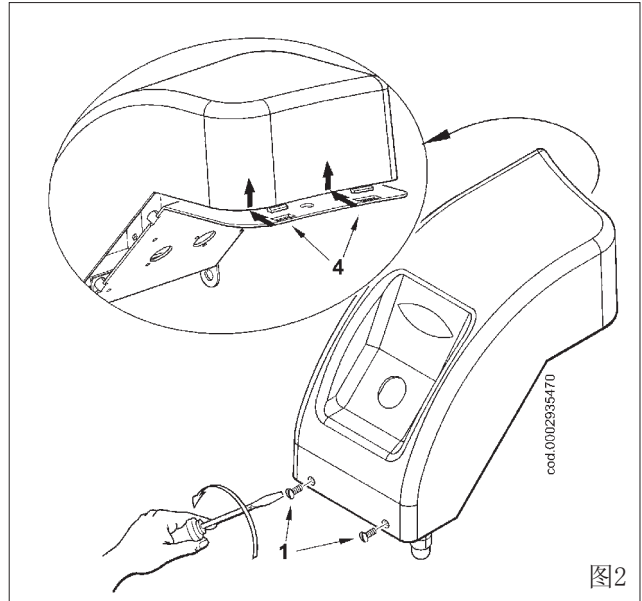

图2
- 2) 因为这个燃烧器需要提供三相电源，松开2个螺丝(1)，按图2取出透明罩，举起盖子，就可以到达电器元件了。